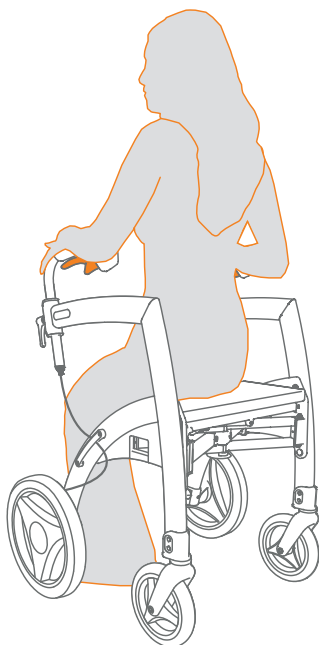

Figure 23: S'asseoir sur le siège du déambulateur.
- b. Vous pouvez maintenant vous asseoir sur le siège (**Figure 23**). Assurez-vous que le Rollz Motion soit toujours bien bloqué quand vous l'employez comme siège.